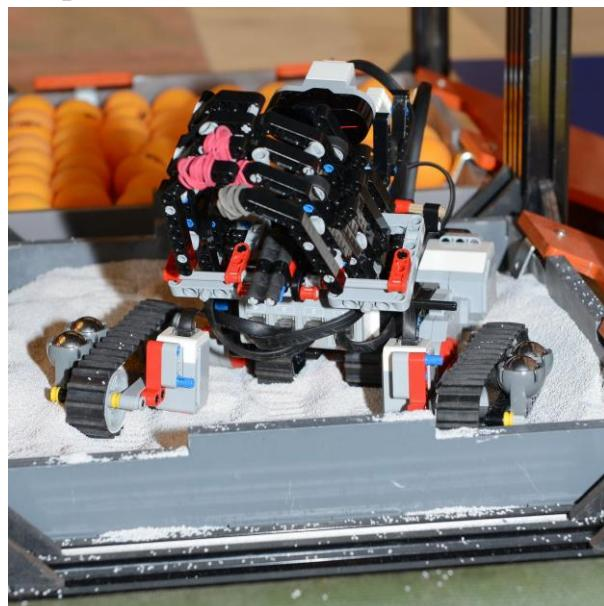

Рисунок 7 - «Песок»
1.5.6. **Песок** – участок, представляющий собой короб, наполненный песком. (рисунок 7). Габариты короба 360x360x40. Высота песчаного слоя колеблется в пределах 10-30 мм.